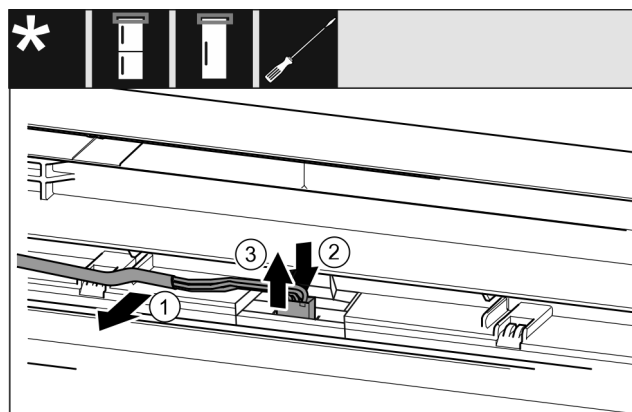

Fig. 20
- ▶ Lossa försiktigt den grå kabeln från kabelhållaren i dörren. Fig. 20 (1)
- ▶ Tryck fliken bakom kontakten bakåt. Fig. 20 (2)
- ▶ Dra försiktigt ut kontakten uppåt. Fig. 20 (3)